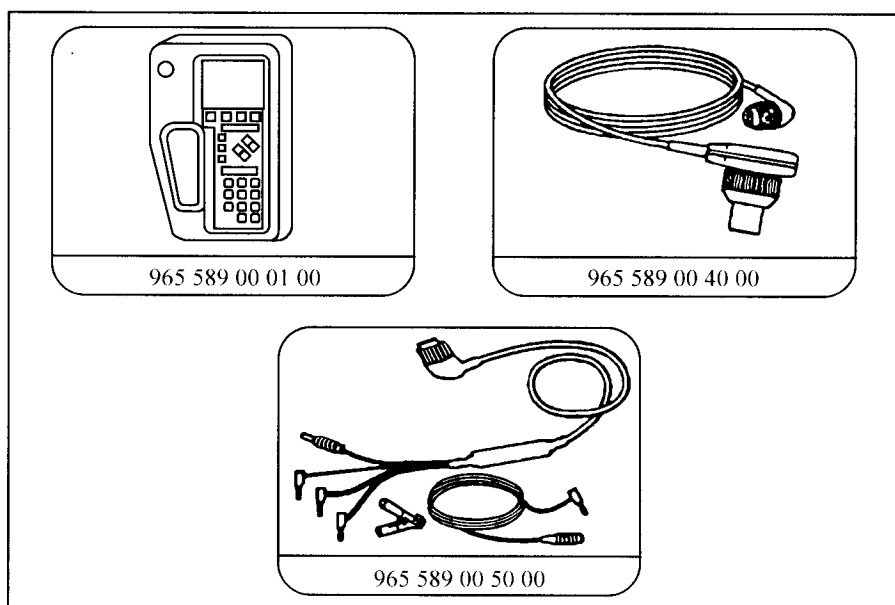

图 9-4-2 手持式检测仪(HHT)组件
1. 手持式检测仪(HHT)。奔驰 HHT 检测仪组件,见图 9-4-2,其检测功能如下: